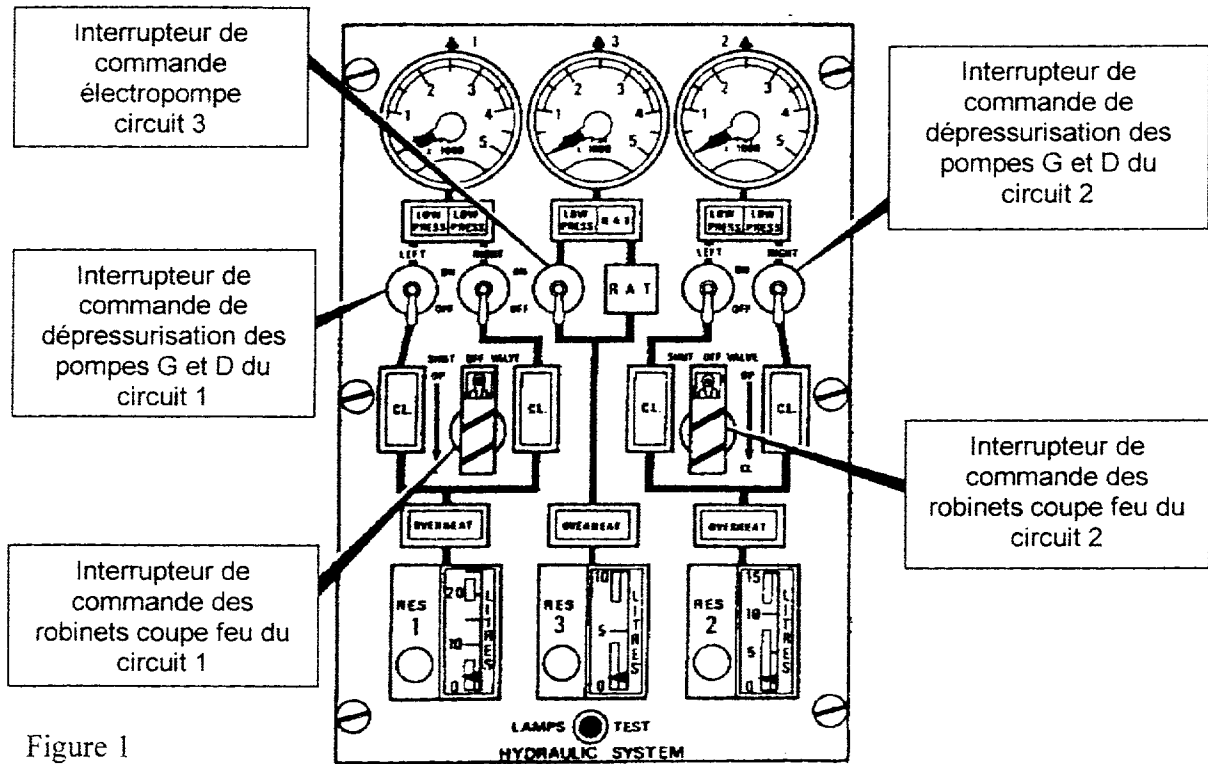

Figure 1
Les commandes et signalisations des trois circuits sont réparties sur le pylône, la planche de bord et le panneau supérieur du poste d'équipage (DT page 2 fig.1).
- par l'interrupteur « SHUT OFF VALVE » du tableau « HYDRAULIC SYSTEM » (15 M) (DT page 7 fig.1) si l'on désire isoler les deux pompes du même circuit.